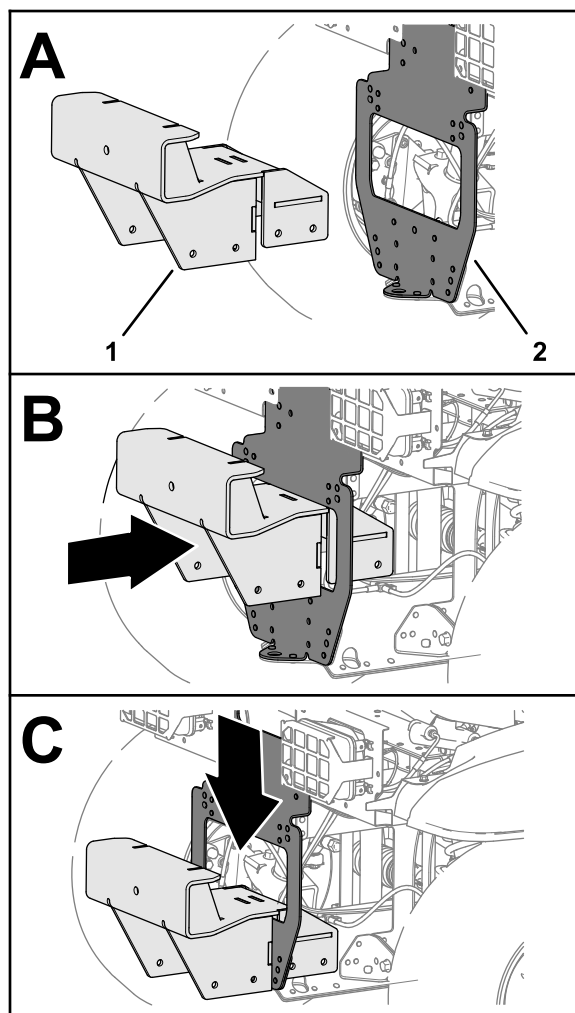

Рисунок 48
1. Установите крепление подборщика мячей на опору бампера, как показано на Рисунок 48.